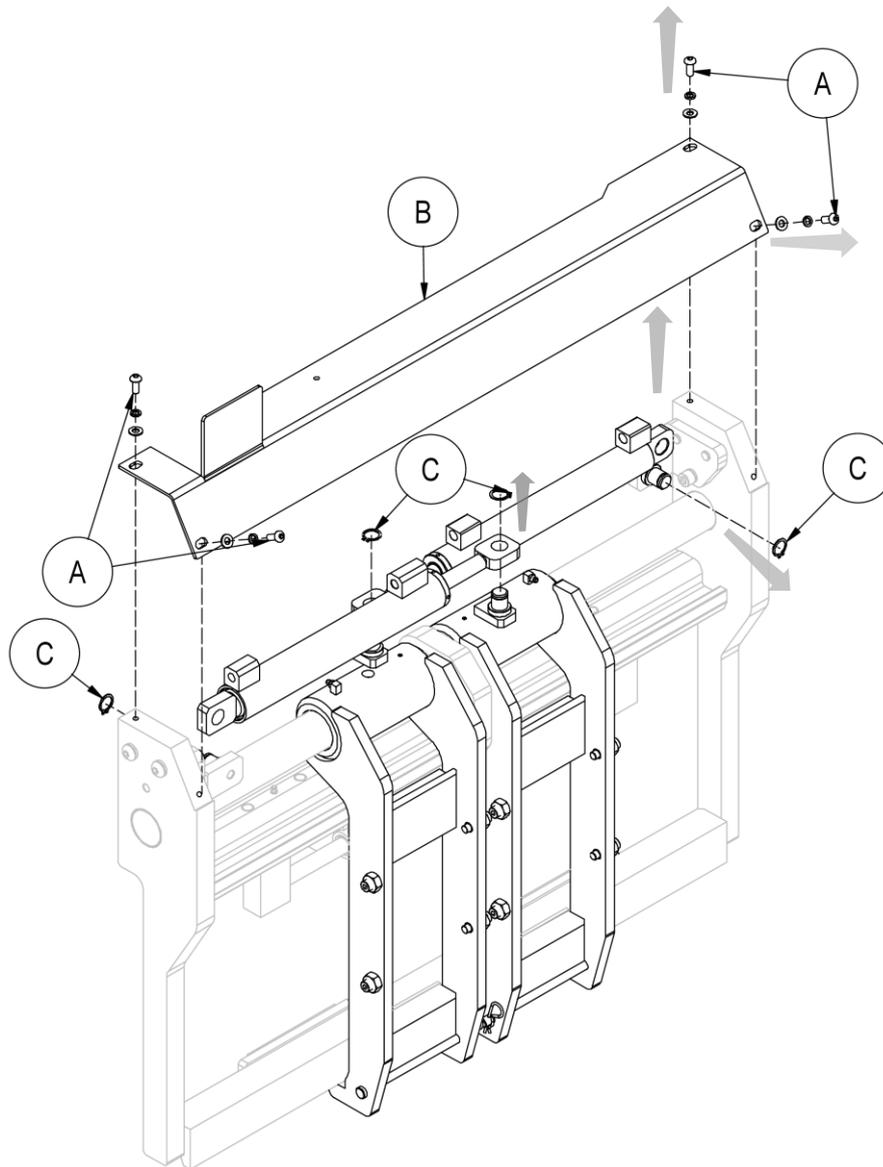

Figure 23
5. Se référer à la *Figure 23*.